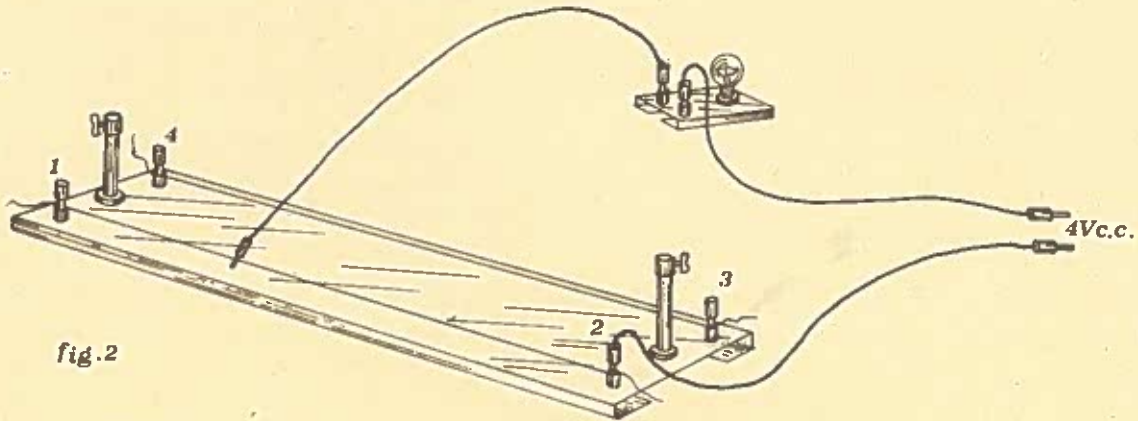

fig.2
- f) - Tendere fra i morsetti (1) e (2) 60 cm di Nichelcromo da 0,30 mm di diametro e fra i morsetti (3) e (4) 60 cm di Nichelcromo da 0,60 mm di diametro.
- Collegare come in figura inserendo il portalampade con una lampadina da 3,5 V ed alimentando con 4 V c.c. (V. fig. 2).